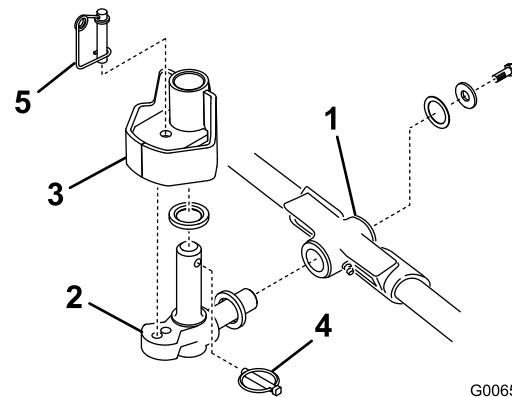

Figura 13
1. Introduza uma anilha de encosto no veio horizontal da articulação como mostrado em Figura 13.
2. Introduza o veio horizontal da articulação no tubo de montagem da estrutura de suporte (Figura 13).
3. Fixe a articulação na estrutura de suporte com uma anilha de encosto, uma anilha chata e um parafuso de cabeça flangeada (Figura 13).
4. Introduza uma anilha de encosto no veio vertical da articulação (Figura 13).
5. Se tiver sido removido, introduza o veio vertical da articulação no encaixe de eixo do braço de elevação (Figura 13). Posicione a articulação entre os dois amortecedores de centragem de borracha existentes no lado de baixo da placa de direção do braço de elevação.
6. Introduza o pino de sujeição no orifício cruzado existente no veio da articulação (Figura 13).
Nota: Se a posição da unidade de corte tiver que estar fixa, introduza o pino de bloqueio da direcção no orifício de montagem da articulação (Figura 13).
11. Fixe o cabo da mola em volta da parte inferior do pino de bloqueio da direcção (Figura 13).